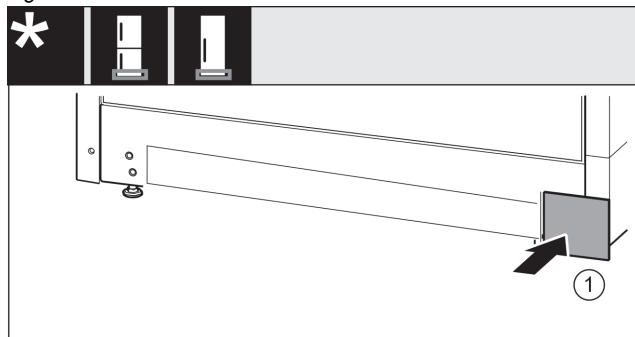

Fig. 18
- ▶ Установите опорный кронштейн с другой стороны и прикрутите с помощью отвертки T20. Начинаяте с винта 2 снизу в центре. Fig. 18 (2)
- ▶ Затяните винты 3 и 4. Fig. 18 (3,4)
- ▶ Установите опорный палец в сборе. При этом следите за тем, чтобы выступ фиксатора был направлен назад. Fig. 18 (5)